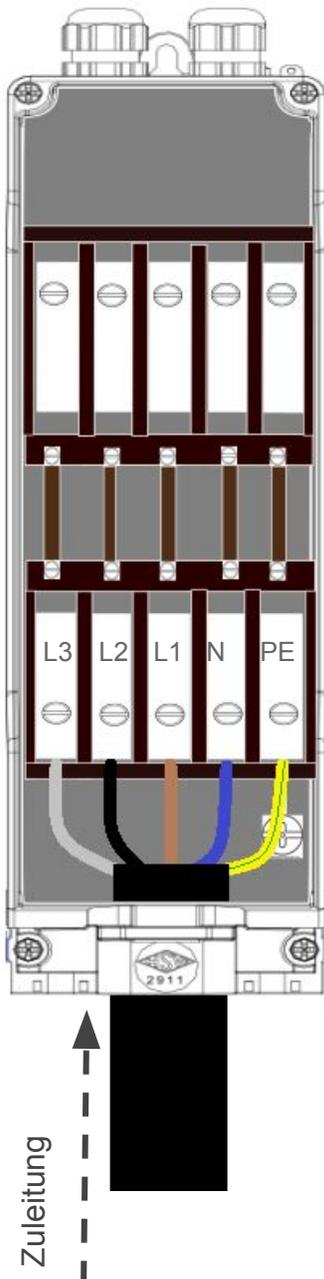

Abbildung 3: Verdrahtung des KÜKs
4. Die Zuleitung abisolieren und KÜK gemäß Abbildung 3 anschließen.